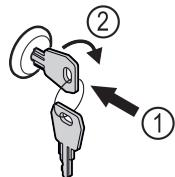

Fig. 143
- Вдавити ключ Fig. 143 (1).
- Повернути ключ на 90° за годинниковою стрілкою Fig. 143 (2).